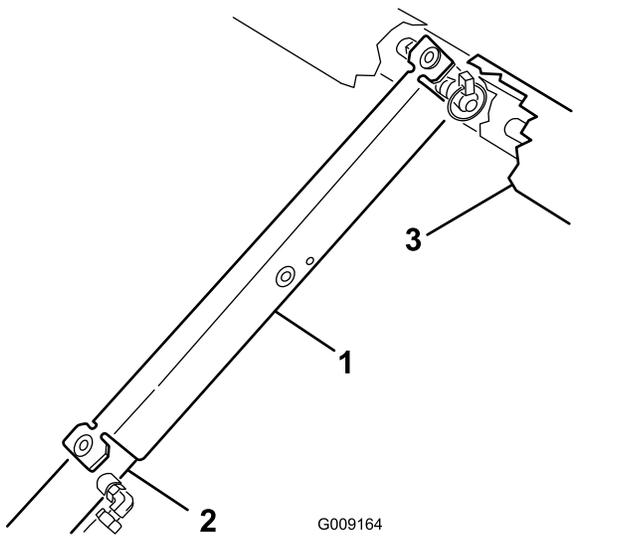

图 14
3. 将货斗支架推入油缸杆并确保支架端凸耳靠在油缸筒和油缸杆头上图 14。